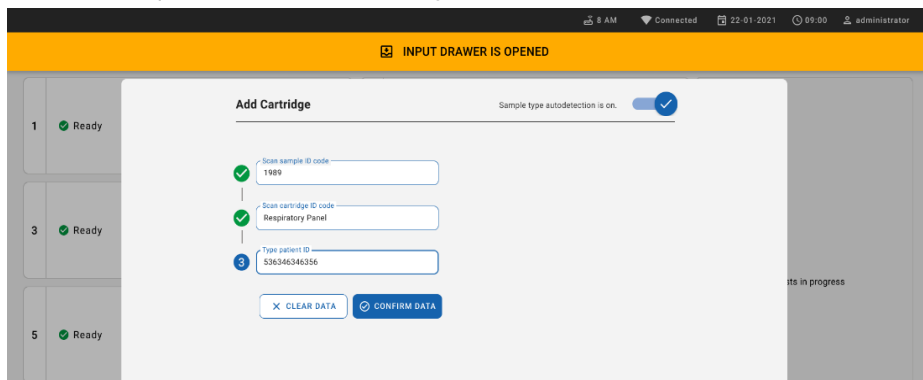

Figura 58. Digitazione dell'ID del paziente
9. Digitare l'ID del paziente (il Patient ID (ID del paziente) deve essere impostato su **on** (Acceso)) quindi confermare i dati (Figura 58).